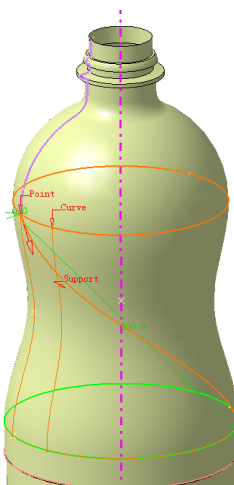

图 4-479
① 单击 Line(线)图标, 在弹出的如图 4-479 所示对话框中选择 Angle/Normal to curve 作为直线的建立类型, 在 Curve 文本框中输入 Boundary.1, 在 Support 文本框中输入 Muti-sections Surface.1, 选择 Extremum.2 为起始点 (Starting Point), 输入角度为-45deg, 端点的长度输入为 500mm, 选中 Geometry on support 复选框, 单击 OK 按钮完成直线的建立,